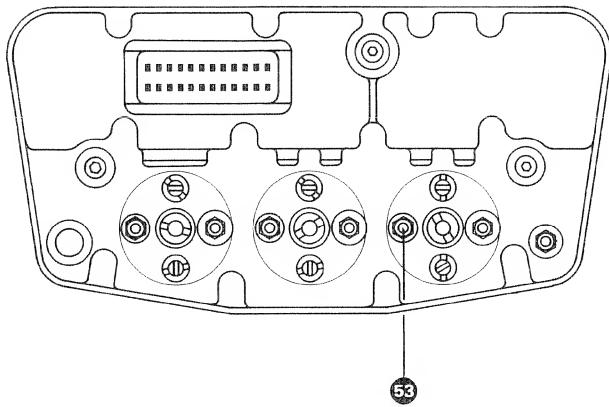

Fig. 7.2.-1
3. Tonfrequenz-Millivoltmeter an Leitungs-Ausgang ⑯ anschliessen.
4. Mit Mutter ⑤3 (Fig. 7.2.-1.) Wiedergabekopf auf maximalen Ausgangspegel einjustieren.
3. Tonfrequenz-Millivoltmeter wechselweise an Leitungs-Ausgang 1 ⑯ und 2 ⑯ anschliessen und mit Mutter ⑤3 (Fig. 7.2.-1.) auf maximale, identische Ausgangspegel einstellen.
3. Connect AF millivoltmeter to line output ⑯
4. Adjust reproduce head for maximum output level by means of nut ⑤3 (Fig. 7.2.-1)